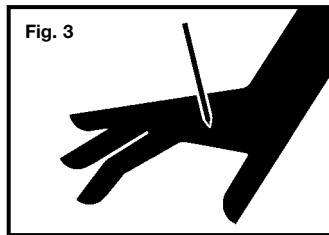

Fig. 3
- **Nunca apunte la herramienta a usted mismo o a otras personas en el área de trabajo.** Si la herramienta se activa puede provocar lesiones graves o la muerte. (Fig. 3)